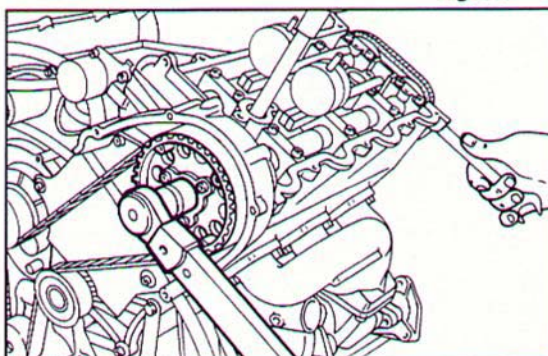

Fig. 317 ▼
- spalmare il sigillante Loctite 971 sui codoli filettati anteriori degli alberi di distribuzione di scarico e chiudere i dadi di fissaggio dei mozzetti puleggia alla coppia di serraggio di 7 kgm (**Fig. 317**);
- apply a little Loctite 971 to the front threaded shanks of the exhaust camshafts and lock the nuts of the pulley hubs with a force of 7 kgm (**Fig. 317**);